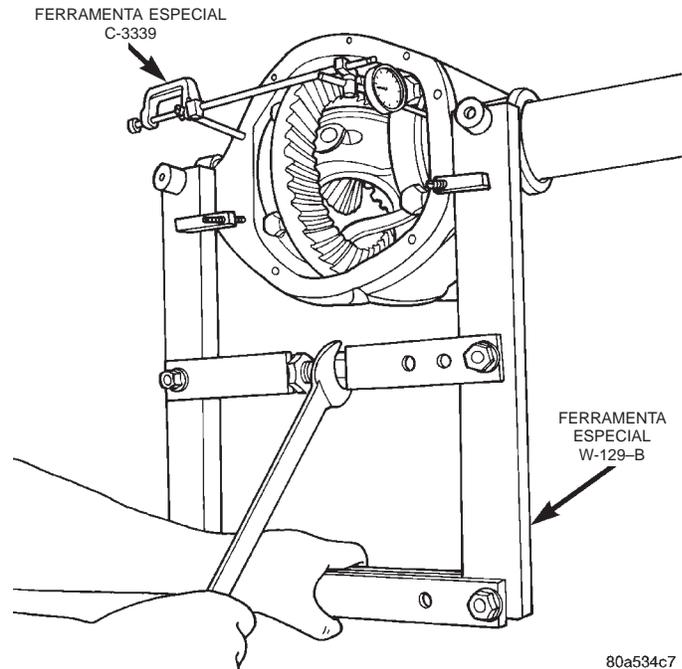

Fig. 18 Carcaça do Eixo de Extensão — Típica
- (11) Estenda a carcaça o suficiente, para remover a caixa do diferencial da carcaça. Meça a distância com o indicador de mostrador (Fig. 18).
- (12) Remova o indicador de mostrador.
- (13) Enquanto mantém a caixa do diferencial na posição, remova os parafusos e as capas da tampa do rolamento do diferencial.